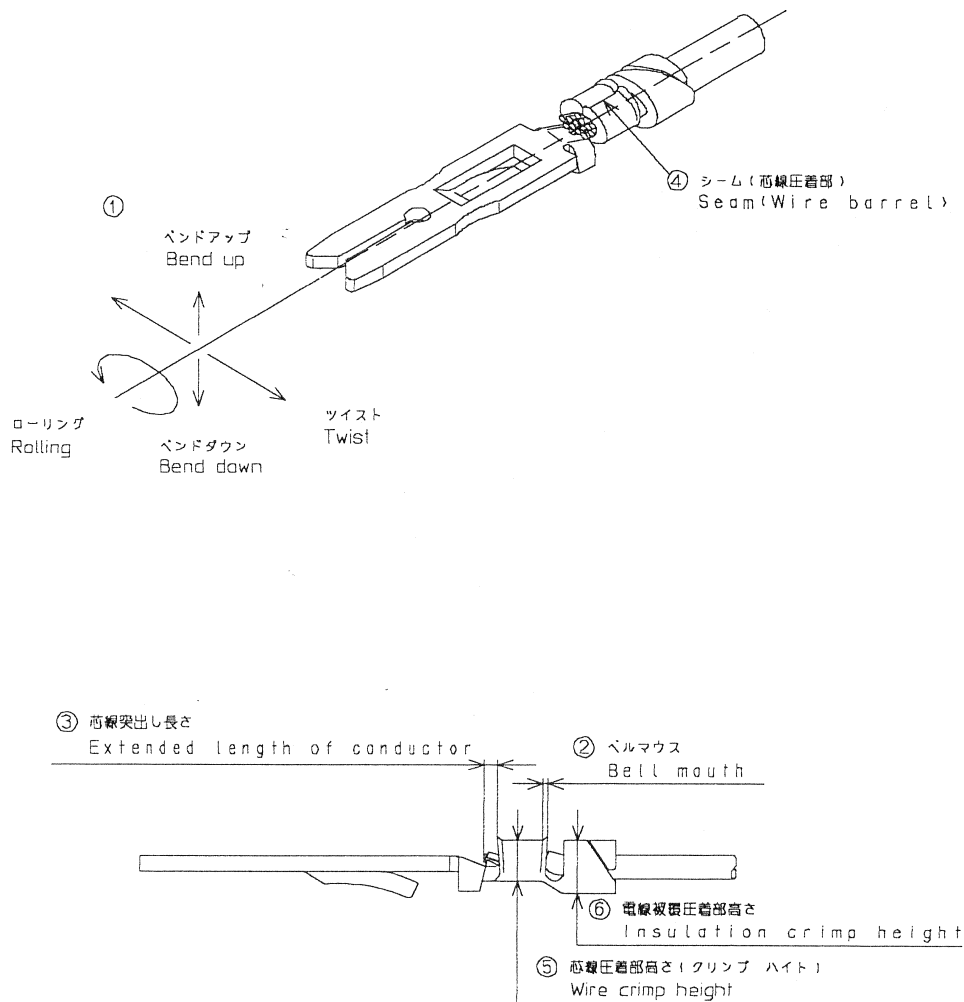

図 1 Fig. 1
| 図 1 の箇所 Position in Fig1 | 各部の名称 Name of each part | 仕様 Specification |
4. 圧着条件(図1の⑤,⑥) Crimping Specification (⑤ and ⑥ of Fig 1)
| ハンドツール 型番 Hand tool No. | コンタクト 型番 Contact No. | 電線サイズ (AWG) Wire size | 芯線圧着部 (図1の⑤) Wire crimp barrel (⑤ of Fig 1) | | 被覆圧着部 (図1の⑥) Insulation crimp barrel (⑥ of Fig 1) | | 圧着部 引張強度 N(kgf) MIN. Crimp tensile strength |
| 圧着機 型番 Machine No. | コンタクト 型番 Contact No. | 電線サイズ (AWG) Wire size | 芯線圧着部 (図1の⑤) Wire crimp barrel (⑤ of Fig 1) | | 被覆圧着部 (図1の⑥) Insulation crimp barrel (⑥ of Fig 1) | | 圧着部 引張強度 N(kgf) MIN. Crimp tensile strength |